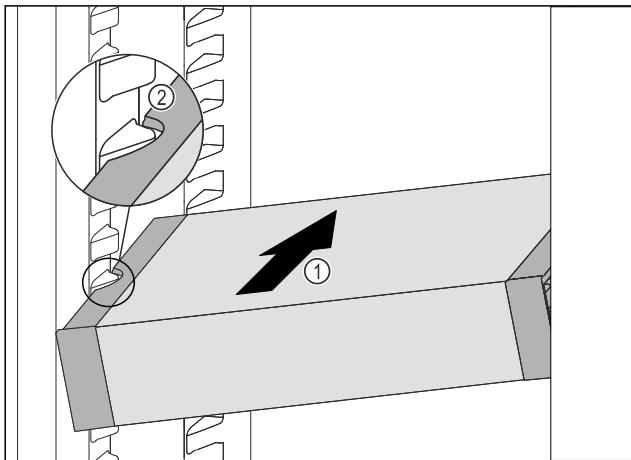

Fig. 102
- Predal VarioSafe potiskajte poševno v hladilnik Fig. 102 (1), dokler stranska izreza Fig. 102 (2) predala VarioSafe nista na višini nastavka za posodo v hladilniku.